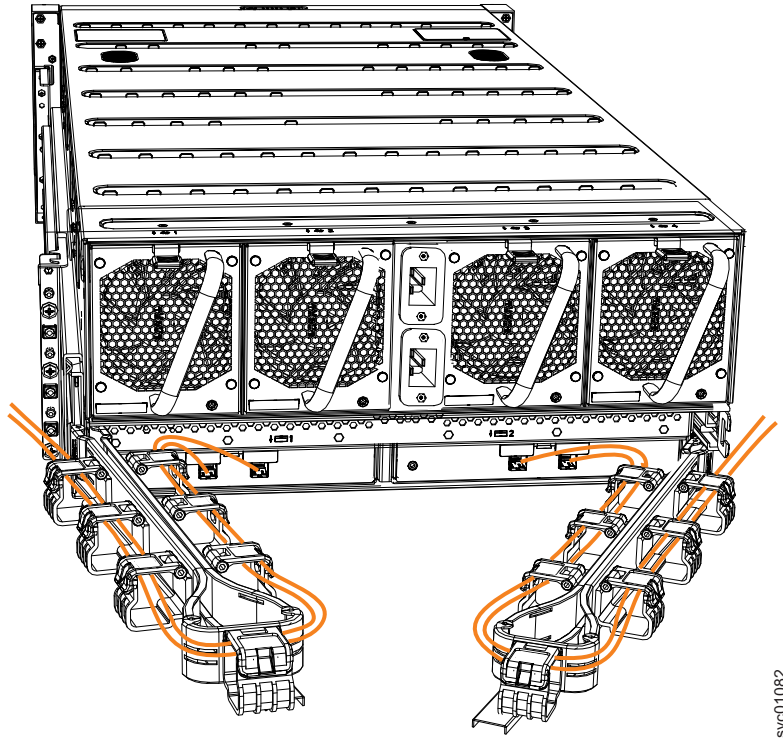

図 81. ケーブル・マネジメント・アームを通して配線された SAS ケーブルの例
8. ケーブル・マネジメント・アームを通して SAS ケーブルを配線します (92 ページの図 81 を参照)。